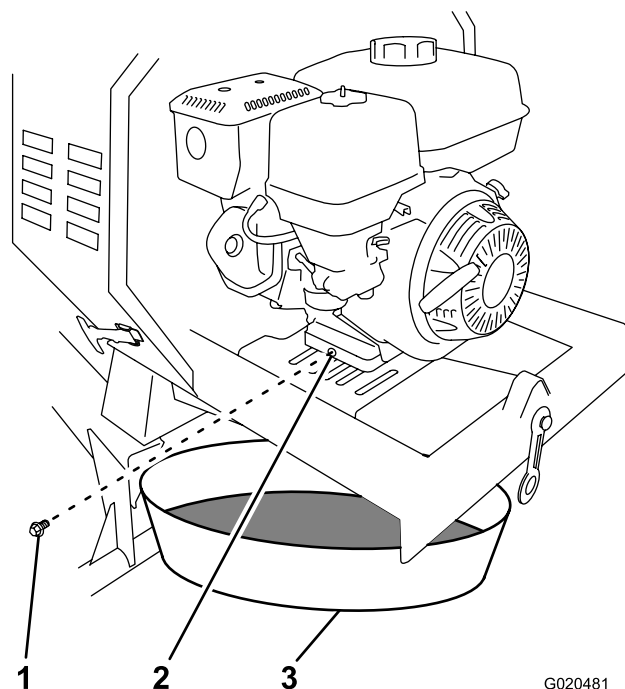

Figure 42
3. Placez un bac de vidange sous l'orifice de vidange d'huile du moteur (Figure 42).
4. Retirez le bouchon de vidange et laissez l'huile s'écouler dans le bac de vidange (Figure 42).
5. Lorsque la vidange d'huile est terminée, remettez le bouchon de vidange en place avec une rondelle neuve (Figure 42).